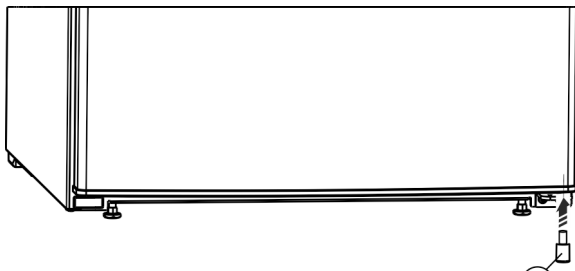

Fig. 8
- ▶ Remontați distanțatorul Fig. 8 (13) în partea inferioară dreaptă a ușii, deoarece este important pentru stabilitatea aparatului.